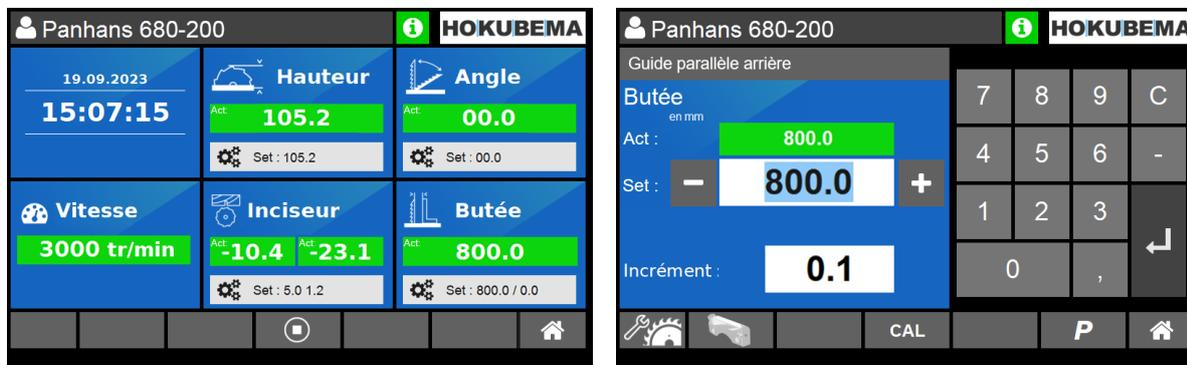

Figure 43 : positionner le guide parallèle
1. Pour pouvoir rabattre le guide parallèle, appuie sur le bouton **P** (voir ⇨ Figure 43).
1. Pour calibrer le guide parallèle, appuyez sur le bouton **CAL** (voir ⇨ Figure 43).
1. Pour pouvoir saisir la valeur d'offset, appuyez sur le bouton  (⇒ Figure 43 à droite).